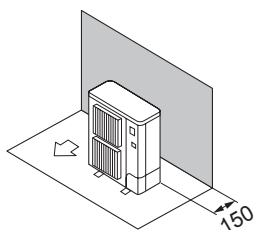

Fig. 2-7
- ① Hindringer kun bak (Fig. 2-7)